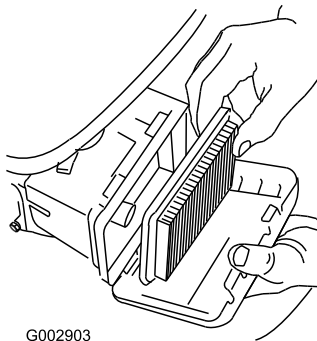

**Bild 37**
1. Drücken Sie die Verriegelungslaschen oben an der Liftfilterabdeckung nach unten (Bild 37).